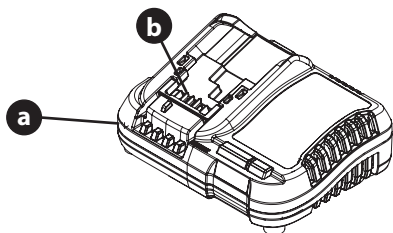

Figure 2
1. Gardez le chargeur de batterie sec, propre et exempt de débris. Ne laissez aucun corps étranger pénétrer dans le connecteur du chargeur (a) ou sur les bornes (b) (Figure 2). Avant chaque utilisation, inspectez le chargeur à la recherche de corps étrangers.